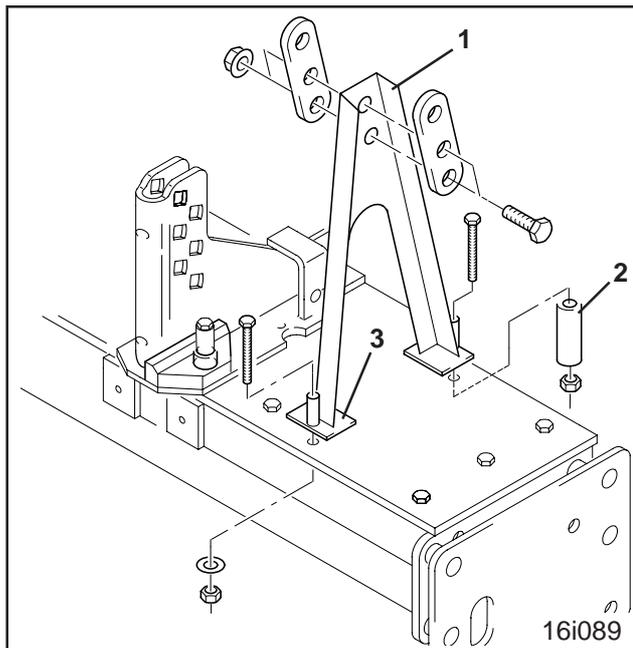

Fig. 6.4
Vissez les chapes d'attelage du tirant supérieur (fig. 6.4/1). Ce faisant, veillez à ce que :
- la vis d'assemblage avant doit de plus être vissée avec une douille (fig. 6.4/2).
- vous devez placer sous la zone arrière de chaque chape d'attelage une plaque (fig. 6.4/3) de 10 mm d'épaisseur, au cas où l'outil de préparation de sol n'est pas équipé d'une lame niveleuse.